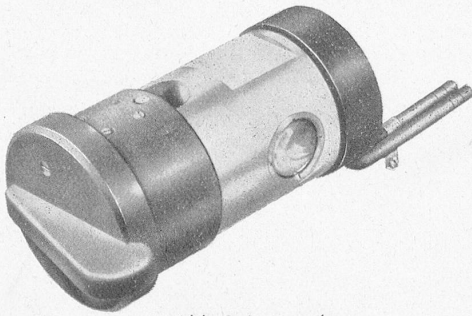

Abb. 3. Lampenfassung.
2. **Lampenfassung:** (Abb. 3) mit Kühlwasserbehälter und 4-fach zylindrisch gekrümmtem Spiegel, welcher parallel zur Entladungsbahn verläuft (Abb. 4) und ein starkes konzentriertes Leuchtband erzeugt.